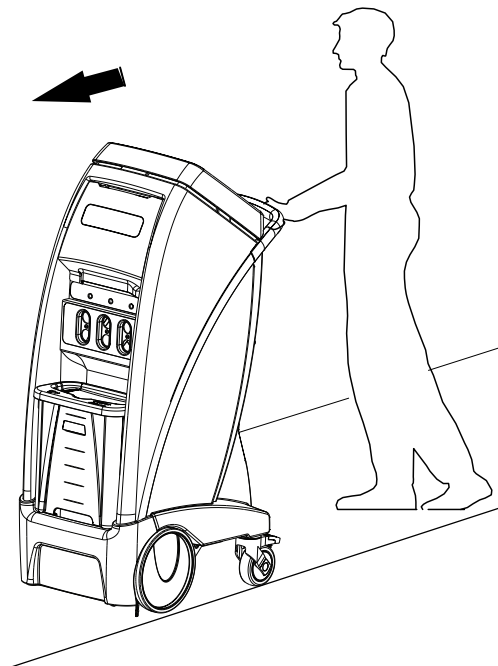

図15-23: 運搬時の配置
3. 製品は、必ずポートを正面に向けて置くようにしてください (15-37ページの図15-23)。